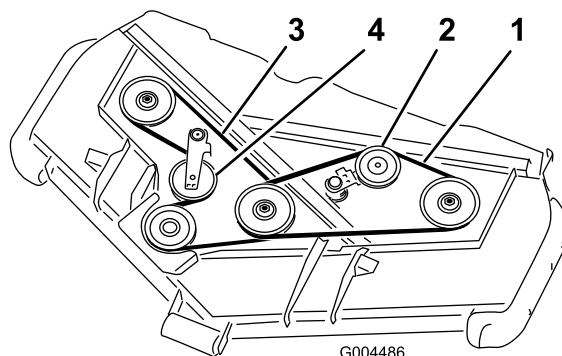

図 58
3. バールなどの工具を使って上ベルト用アイドラ・プーリ(図 58)をベルトから引き離してベルトの張りをなくす。
4. 図 58のように、ギア・ボックス・プーリ、下ベルト用スピンドル・プーリ、アイドラ・プーリに新しいベルトを回しかける。
5. 図 58のように、上ベルト用スピンドル・プーリとアイドラ・プーリ・アセンブリに新しいベルトを回しかける。